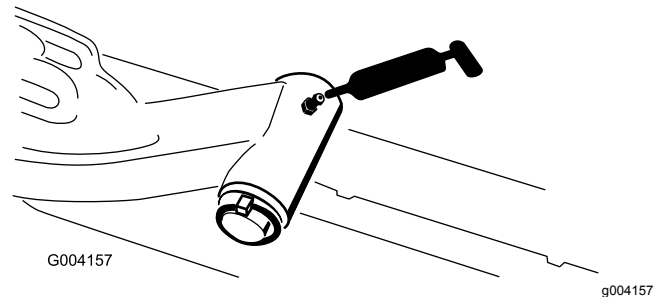

Bild 63
- Hubarmgelenkwelle (1)—Bild 63